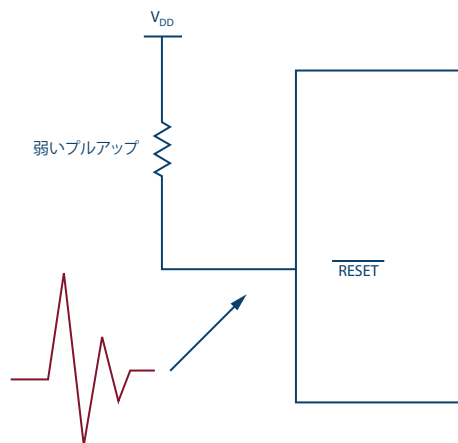

図 3. リセット信号線をプルアップしている例。プルアップが弱いと、ノイズが結合することによってプロセッサがリポートしてしまうことがあります。
- <1> 実験室では良好に動作していたプロセッサを現場に配備すると、特に理由もないはずなのにリポートが始まることがあります。プルアップが弱いため、リセット信号線に結合したノイズによって、望まない動作に陥っているということです (図 3)。